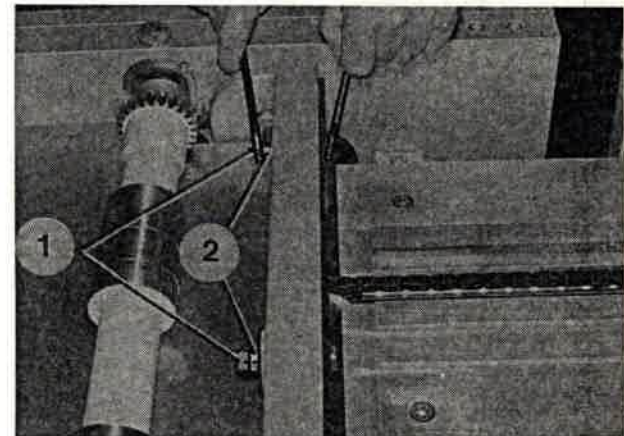

Bild 268
4. Zum kompletten Auswechseln der Schneidmesser Gegenmuttern (Bild 268/1) und Sechskantmuttern (Bild 268/2) unter Gegenhalten des Federbolzens abschrauben, Unterlagscheiben und Druckfedern abnehmen.